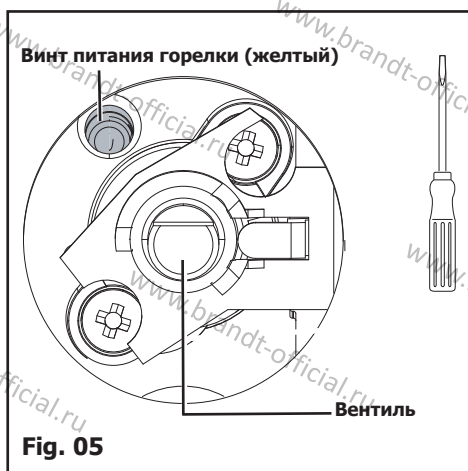

Fig. 05
- С помощью небольшой плоской отвертки до упора латунные (желтые) винты крепления горелки (Fig. 05), по часовой стрелке.
- Открутите латунные (желтые) винты питания горелки (Fig. 05), используя небольшую плоскую отвертку.